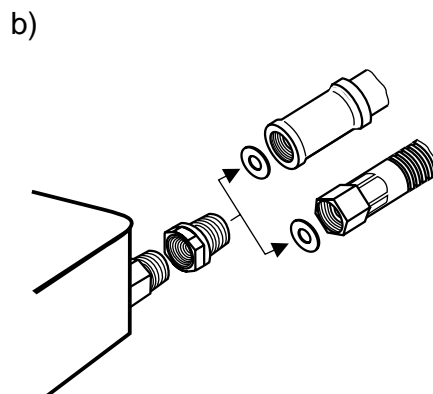

Bild 6
- Beim Anschluss des Gerätes an die Flüssiggasflasche ist ein Gummischlauch gemäß den Anforderungen der inländischen Normen anzuwenden. Dieser Schlauch soll beidseitig mit Schlauchschellen gesichert werden. Die Anschlußart ist im Bild 6 dargestellt.